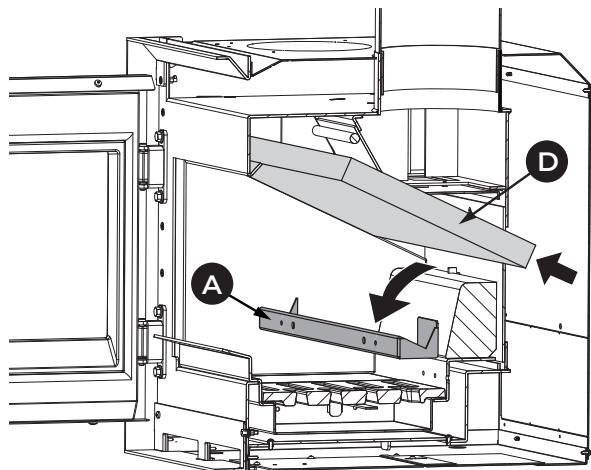

Fig. 8.1
1	Fig. 8.1 solo per Apollo: Sollevare il deflettore (D) e rimuovere la lamiera della post- combustione (A)